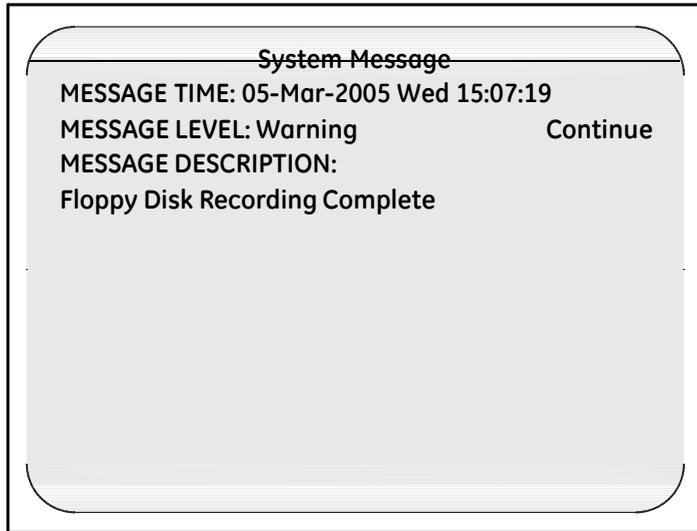

图 77: 系统信息界面
**System Message** 系统信息界面显示，然后短暂显示 **Sensor Inputs - Real Time** 传感器实时输入如图 77 所示。
1. 验证显示其它界面时, 按 **Main Menu 主菜单**. 显示 **Main Menu 主菜单** 界面, 如第 115 页图 77 所示.